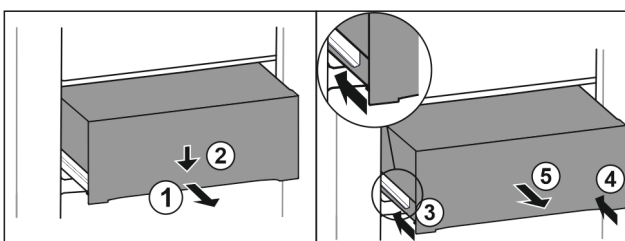

Fig. 146
- ▶ Витягніть ящик на половину. Fig. 146 (1)
- ▶ Спрямуйте висувний ящик вниз спереду. Fig. 146 (2)
- ▶ Вставте ліву рейку приблизно на 2 см. Fig. 146 (3)
- ▶ Вставте праву рейку приблизно на 2 см. Fig. 146 (4)
- ▶ Вийняти висувний ящик рухом вперед. Fig. 146 (5)